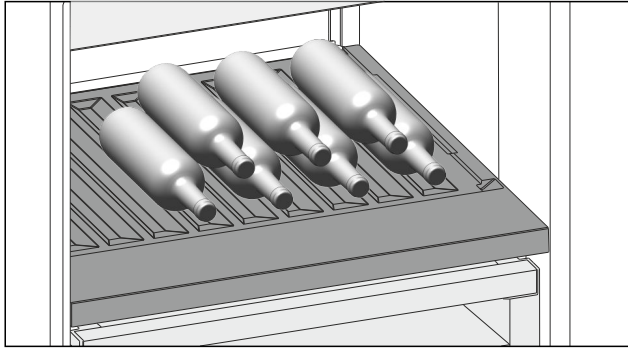

Fig. 125
- Şişeleri, tabanları arkaya, arka panele gelecek şekilde yerleştirin. (bkz. Fig. 125)